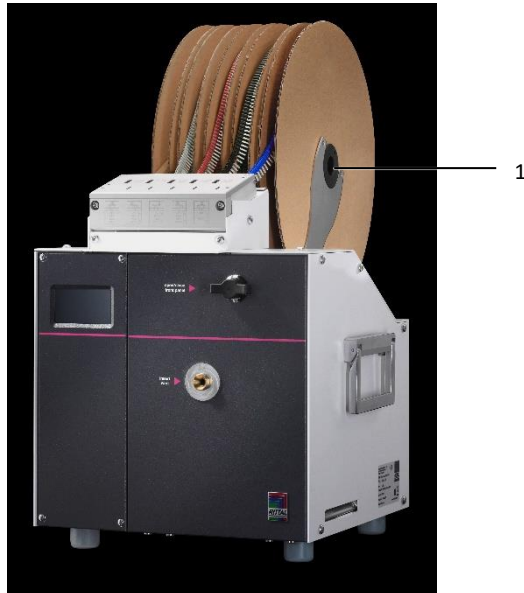

Fig. 8: Position ledningstylerulle
- Placer ledningstylerullerne (fig. 8, pos. 1) på en sådan måde, at der kan rulles af nedefra og frem.